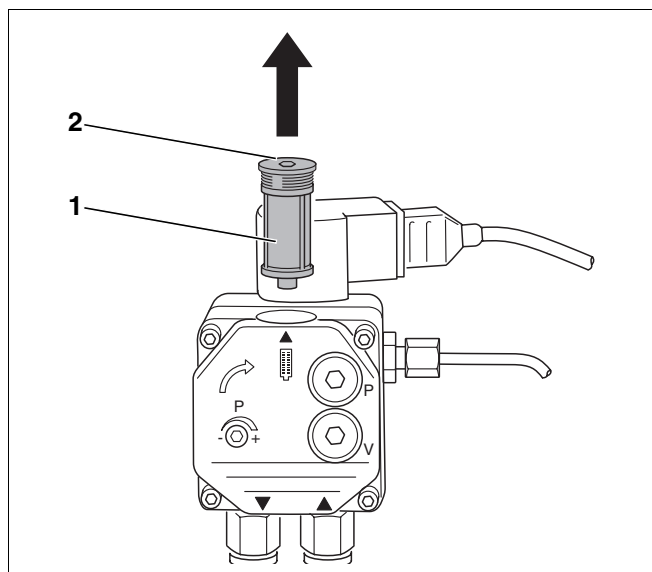

Рис. 26 Проверка фильтра топливного насоса Danfoss
- Открутить расположенный сверху винт с внутренним шестигранником (рис. 26, поз. 2).
- Вынуть вверх фильтр топливного насоса (рис. 26, поз. 1).
- Очистить фильтр топливного насоса (рис. 26, поз. 1) промывочным бензином, если требуется, заменить его, и вновь установить на прежнее место.